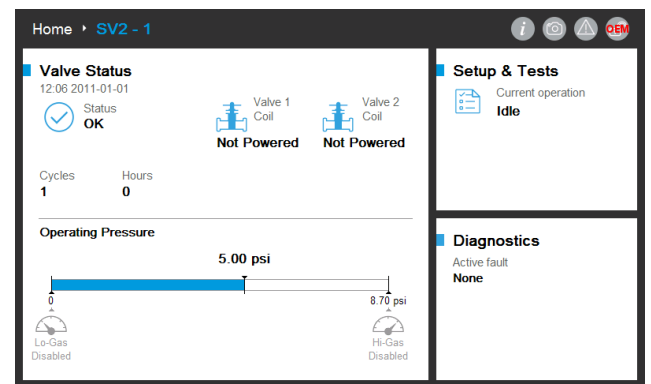

图 5. 已建立会话。用户以 OEM 身份登录。
如果丢失了安装人员和/或 OEM 主要访问级别密码,则可以重置密码(如果 OEM 启用了重置机制)。请参见图 5。重置机制在安装人员和 OEM 级别之间将有所不同。请注意,关闭然后重新打开阀或用户界面的电源不会使此方法失效。
默认情况下,安装人员和 OEM 的密码重置功能处于禁用状态,必须在每台设备的初始配置后由 OEM 或原始所有者按照图 5 所示进行启用。
- OEM 可以选择启用或禁用 OEM 密码重置功能。请参见图 5。